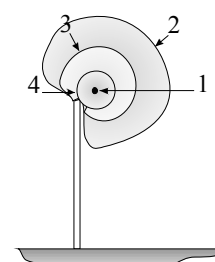

Рис. 4.8
4.11 При размещении извещателя в верхней части ограждения (почти «козырьковый» вариант), использовать специальные кронштейны КВЗ из комплекта поставки. На рис. 4.8 представлены по-перечные сечения (относительно оси «1») ЗО для «козырькового» варианта на различных удалениях от блоков (БПРД или БПРМ): «2» - в середине участка; «3» - на 1/3 и 2/3 расстояния между блоками; «4» - на расстоянии 0...3 м от блоков.